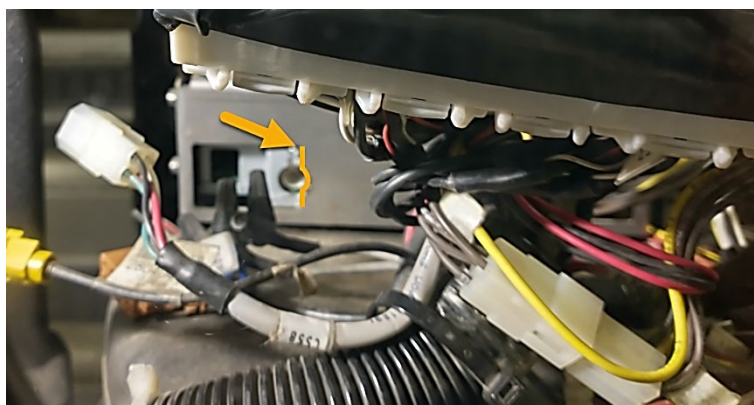

FIGURE 9: L'OUVERTURE DU CONNECTEUR DE L'ANTENNE DOIT ÊTRE AGRANDIE
9. Avant d'installer la nouvelle radio en place, l'ouverture du connecteur de l'antenne doit être agrandie pour permettre un dégagement suffisant (FIGURE 9).